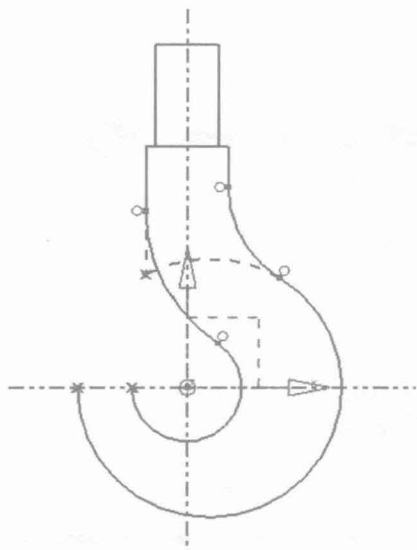

图 1-9 圆角的绘制
(8) 单击“特征”工具栏上的【圆角】按钮，作 $R24$ 和 $R36$ 的圆角，如图 1-9 所示。